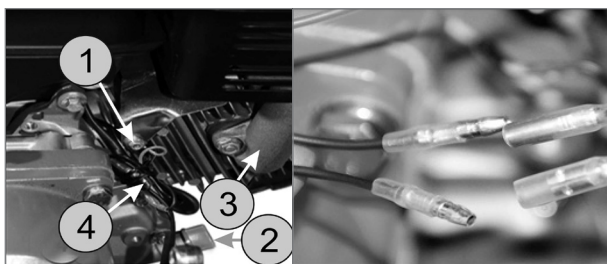

Рис. 8 Подключение проводов.
10. Закрепите кожух троса в фиксаторе троса задней передачи (2), закрепите трос газа (3) винтом фиксации троса газа (1) на рычаге дроссельной заслонки (4) (Рис 7)
11. Соедините контакты проводов двигателя и выключателя зажигания на руле, закрепите провод массы как показано на Рис. 8
12. Установите бокс (1) для хранения ЗИП на руль управления Рис. 8 закрепите винтами и гайками из комплекта (1)